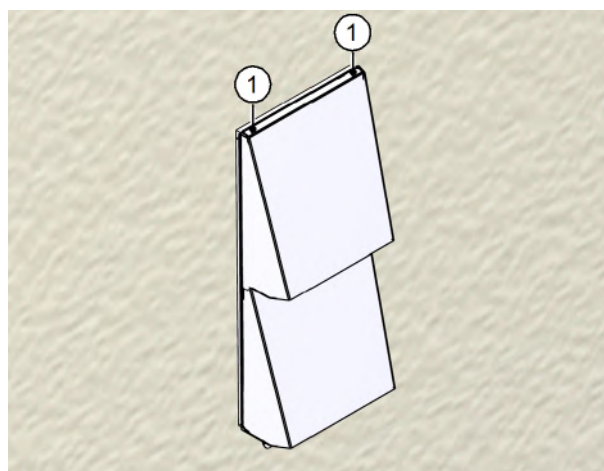

Abb. 11: Fassadenabschluss installiert
- ▶ Befestigen Sie die Abdeckung mit den beiden Kreuzschlitzschrauben (Pos. 1 in Abb. 11).